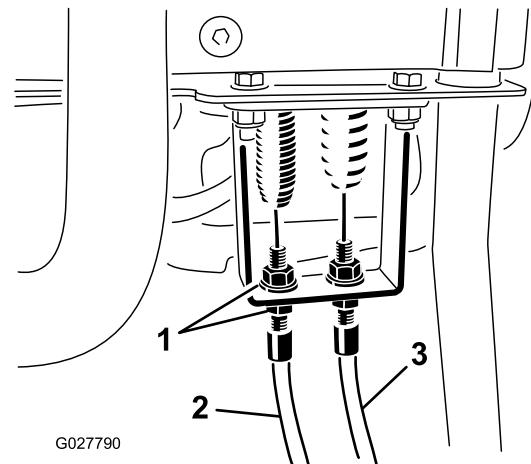

Figura 50
- 3. En el soporte de pasamuros de la palanca de control, afloje el cable de control del molinete hasta que haya holgura en el cable (Figura 50).